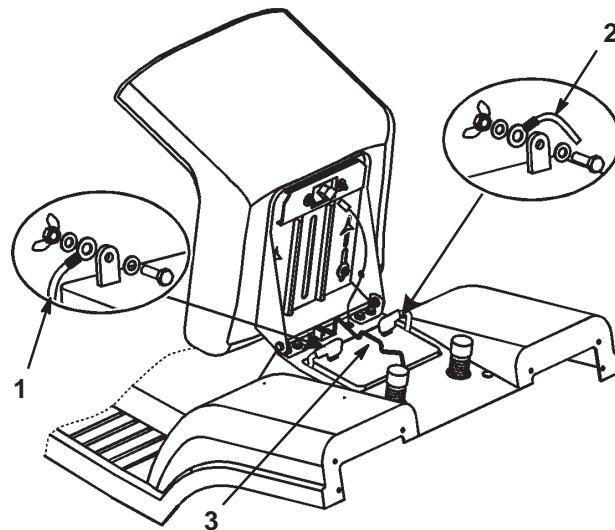

Bild 24
7. Klemmen Sie das Minuskabel (schwarz) vom Batteriepol ab (Bild 24).
9. Klemmen Sie das (rote) Pluskabel vom Batteriepol ab (Bild 24).
10. Entfernen Sie die Batteriebefestigungsstange (Bild 24).
1. Setzen Sie die Batterie in das Chassis ein. Die Batteriepole sollten zur Vorderseite des Traktors zeigen (Bild 24).
2. Befestigen Sie die Batterie mit den Klemmstangen am Chassis (Bild 24).
3. Schließen Sie das Pluskabel (rot) mit der Schraube und der Flügelmutter am (+) Pluspol an (Bild 24). Schieben Sie die Gummiabdeckung über den Batteriepol.
4. Schließen Sie das (schwarze) Minuskabel mit der Schraube und Flügelmutter am (-) Minuspol an (Bild 24). Schieben Sie die Gummiabdeckung über den Batteriepol.